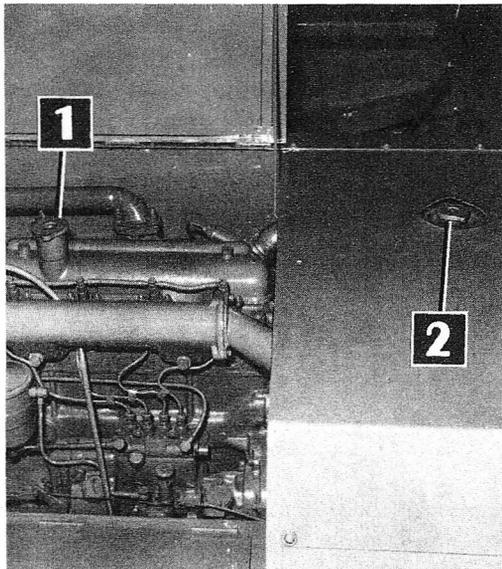
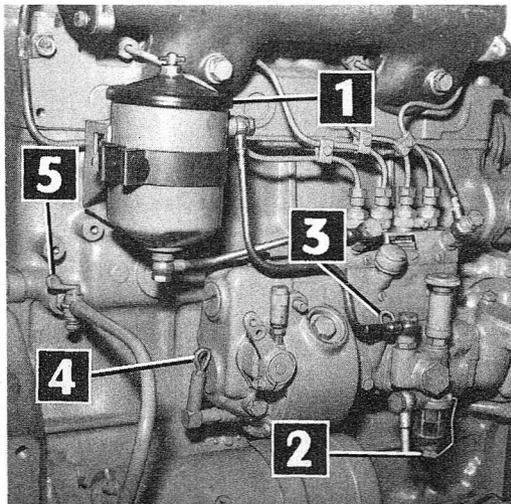
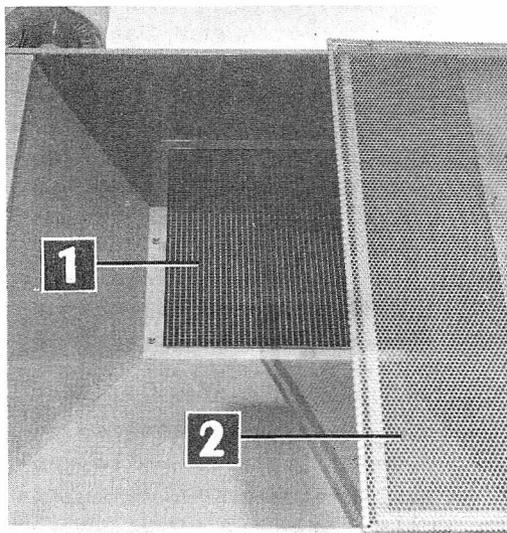

FIG. 34
FIG. 39
FIG. 40
attraverso il tappo (1 - fig. 34) che si trova sul coperchio punterie. Il livello deve arrivare al segno "max" dell'apposita asta indicatrice (2 - fig. 39) senza superarlo: naturalmente questo controllo va eseguito con la macchina in piano.
Un filtro in rete con coppetta in vetro è disposto sulla pompa di alimentazione: può essere smontato spostando la staffa di fissaggio (2 - fig. 39): nel rimontarlo, accertarsi che la guarnizione tenga, altrimenti si potranno avere infiltrazioni d'aria nelle tubazioni.
Bisogna verificare spesso il livello d'olio nella pompa d'iniezione mediante l'astina (3 - fig. 39) e nel regolatore di giri mediante l'astina (4): eventualmente ripristinare il livello.
Controllare sovente lo stato della massa radiante (1 - fig. 40) attraverso l'apposito sportello (2) e pulirla, se necessario, con una spazzola o meglio con un getto di aria dall'interno del vano motore. Quando si debba verificare il livello dell'acqua a motore caldo, bisogna aprire il tappo (2 - fig. 34) lentamente fino al primo scatto, attendere che sfiati il vapore ed aprire con cautela completamente: se è necessario aggiungere